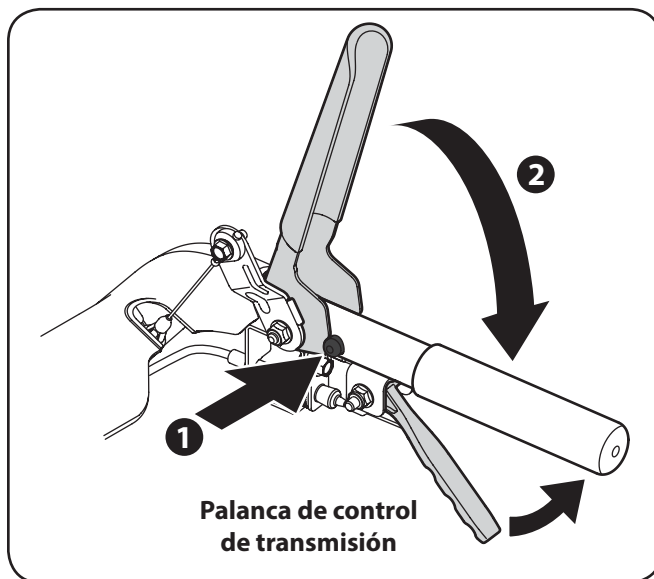

Figura 5-8
1. Oprima el Bloqueo de seguridad del control del accesorio(botón rojo) de la manija derecha, como se indica en 1 de la Figura 5-8.
2. Con el botón rojo oprimido, gire la palanca de control del accesorio hacia abajo hacia la manija (2).